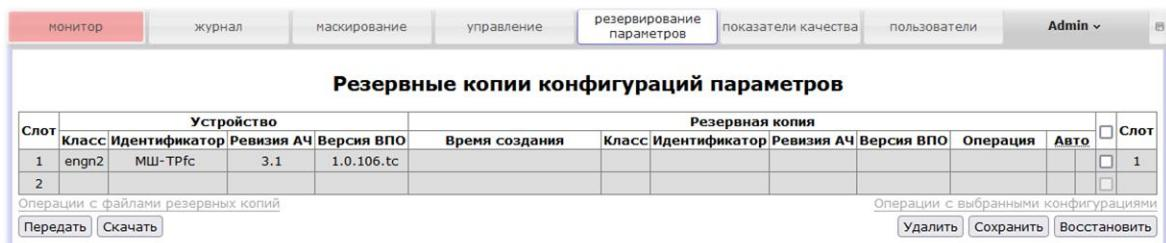

Рисунок 46 – Вид вкладки [Резервирование параметров]
- в СУ выбрать вкладку [Резервирование параметров], см. рисунок 46;